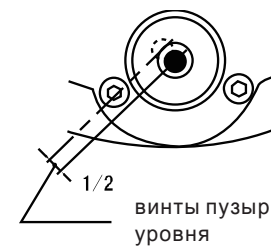

Рис.11
- (II) При помощи гаечного ключа отрегулируйте винты пузырькового уровня для смещения пузырька в центр. (Рис.11)